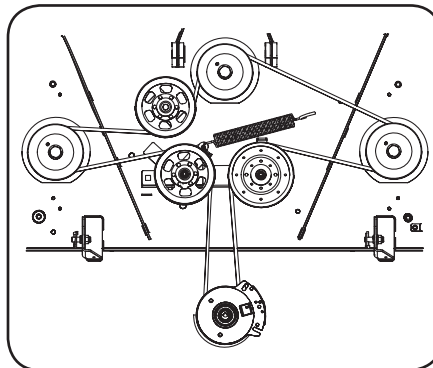

Figure 4-21
5. Placez la courroie neuve autour des poulies de fusée et installez les couvercles de courroie. Voir Figure 4-21.